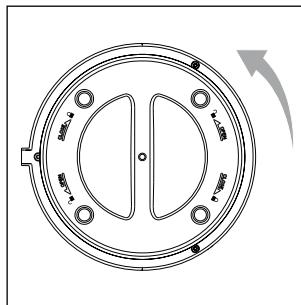

Fig. 3
3. Învârțiți puțin capacul carcasei ⑨ din partea inferioară a aparatului în sens anterior, în direcția **OPEN** 🔑, pentru a-l deschide (a se vedea fig. 3). Îndeplineșteți capacul carcasei ⑨ de la aparat.